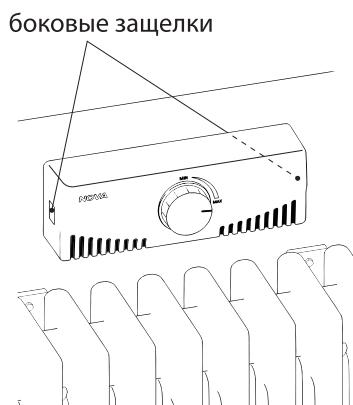

Рис. 8
7. Перед установкой крышки клапана, утеплитель основания закрепите на специальные выступающие элементы основания. Для установки крышки клапана поверните регулировочную ручку в положение полностью открыто. Затем установите крышку с небольшим усилием до характерного щелчка, при этом контролируйте, чтобы боковые защелки попали в предназначеннное для них место (Рис.8). Также имеется видео инструкция доступная по QR коду.
7. Перед установкой крышки клапана, закрепите утеплитель основания на специальные выступающие элементы основания. Для установки крышки клапана, поверните регулировочную ручку в положение полностью открыто. Затем установите крышку с небольшим усилием до характерного щелчка, при этом контролируйте, что боковые защелки попали в предназначено для них место (Рис.8). Так же имеется видео инструкция доступная по QR коду.